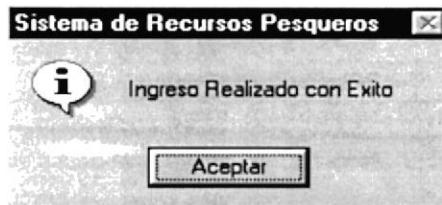

Figura 9.105 Mensaje de Ingreso
2. Si se guarda un cargo nuevo se mostrará el siguiente mensaje (ver figura 9.105)